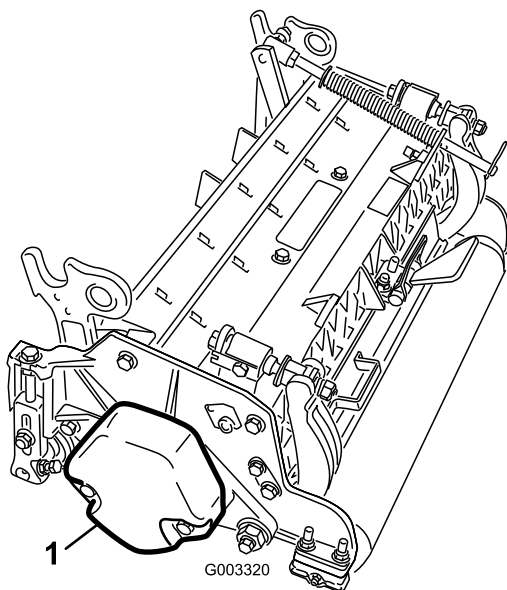

Bild 4
4. Stellen Sie sicher, dass der Gegenballast (Bild 4) am richtigen Ende des Mähwerks montiert ist, siehe die *Bedienungsanleitung* des Mähwerks.